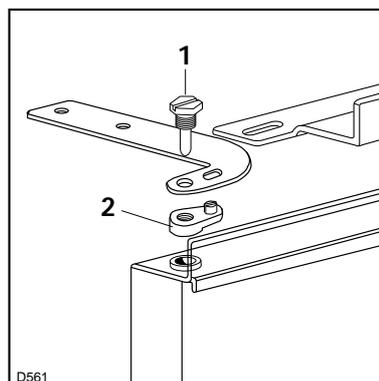
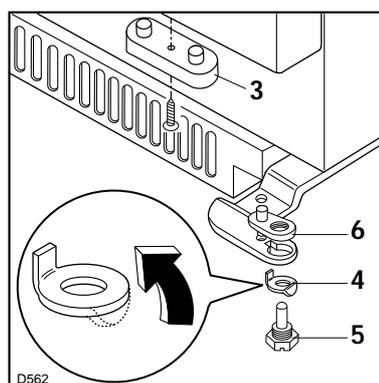
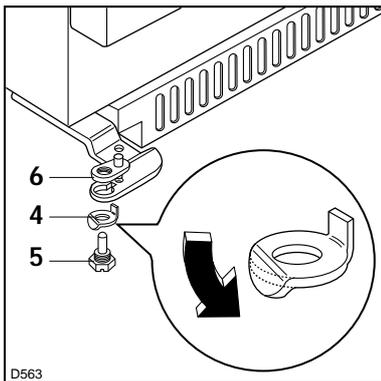

Abb. 2
Abb. 3
Abb. 4
Die auf der linken Seite des Gerätes montierten Scharnierstifte (1), obere und untere Kunststoffteile (2) und das Sicherungsblech (4) entfernen (Abb. 2). Das Kunststoffteil (3-Abb. 3) abnehmen.
Den oberen Stift mit dem Kunststoffteil abnehmen. Das Sicherungsblech (4) des unteren Scharniers links geradebiegen. Scharnierstift (5) und Kunststoffteil (6) (Abb. 3) entfernen. Aus Gründen der Sicherheit mit Hilfe eines Gerätes (z.B. einen Schraubzieher) das Sicherungsblech, das sich unter dem Scharnier befindet, abbiegen (Abb. 4). Das Kunststoffteil (3-Abb. 3) abschrauben und entfernen.